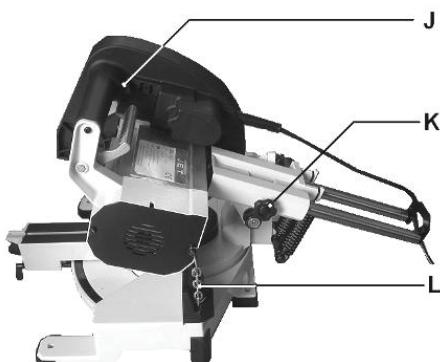

Рис. 2
• Закріпіть затискний гвинт (K, Рис. 2).
- Закріпіть запобіжний ланцюжок (L, Рис. 2).
- Закріпіть санчата гвинтом (K, Рис. 2) . Голова пилки повинна бути зафіксована під час транспортування
- За допомогою вимикача (J , Рис. 2) на рукоятці верстата запускається, якщо відпустити вимикач, верстата зупиняється.
- Звільніть затискний гвинт (K , Рис. 2).